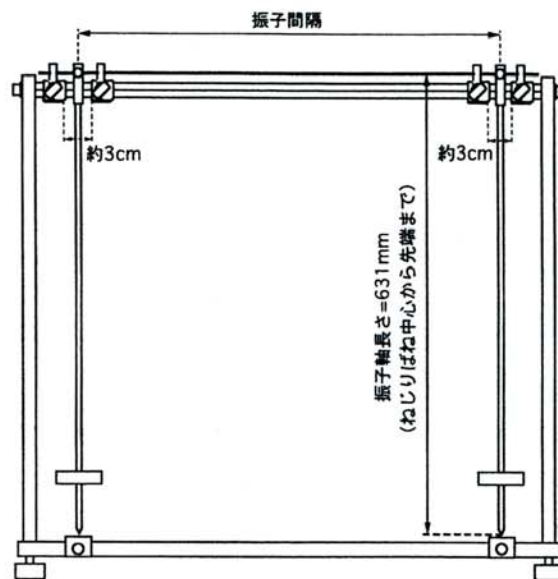

図6. 組立の5
4.8 (図6.参照) ・2個のクランプの組みで1つの振子を支えますので、クランプを2~3cm離して1組とします。
*振子軸の長さ (図6. 参照) は631mmとしてありますが、長さを変えたい場合や、ずれが生じた場合は図7.の振子長さ設定ねじをゆるめて設定してください。±4mmの範囲で調節できます。
4.13 ・ (11) ねじりばね (リン青銅線) を使うときも鋼線と同じようにしてください。